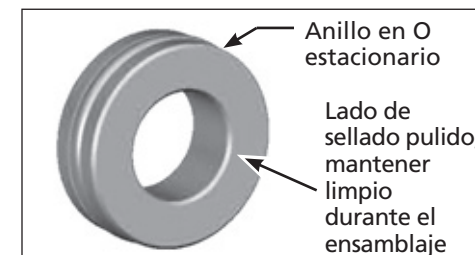

Figura 8
1. Obtenga un nuevo asiento y ensamble giratorio de sello mecánico (números de referencia 8a y 8b en la página 23). Las piezas de sellado se deben reemplazar como juego. No mezcle piezas viejas con nuevas. Lubrique el anillo en O del sello estacionario del eje con una pequeña cantidad de jabón para vajilla. No permita que el jabón, suciedad, grasa ni nada entre en contacto con el lado de sellado pulido (vea Figura 8).